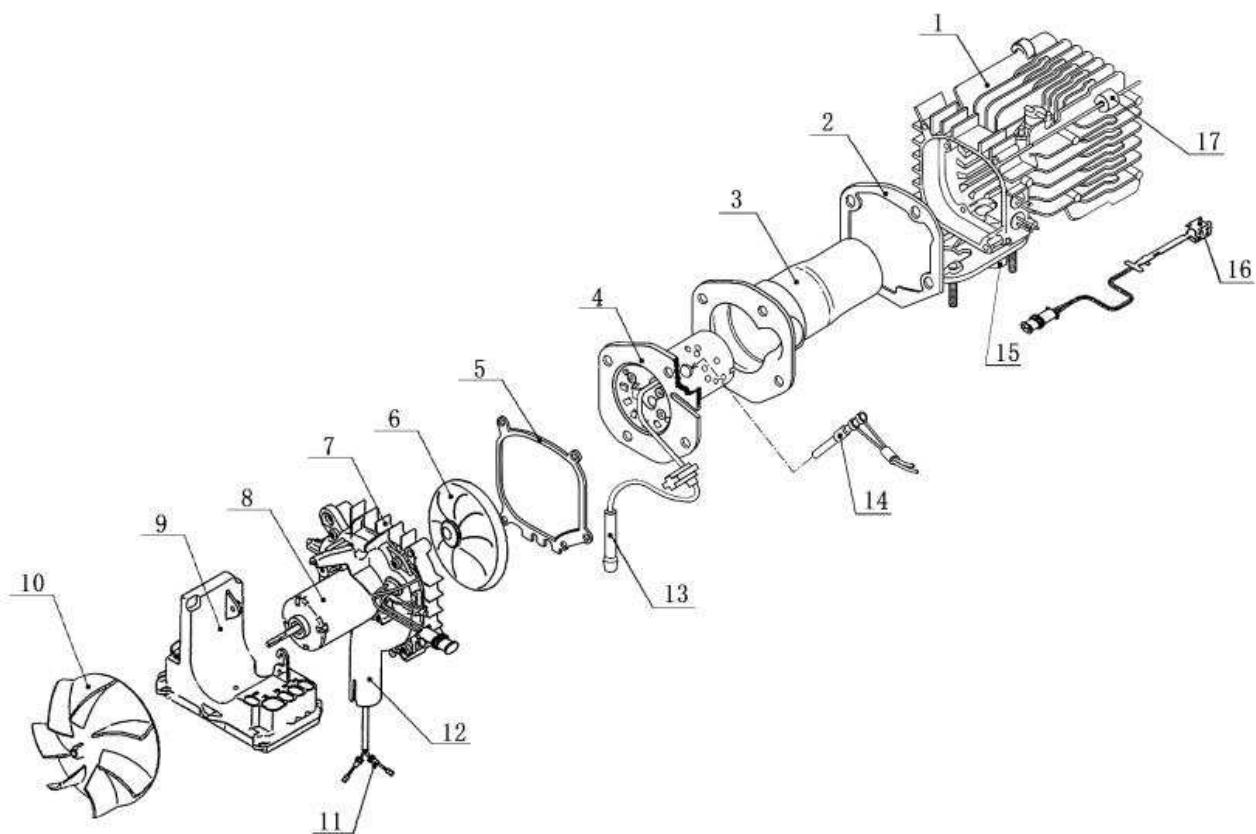
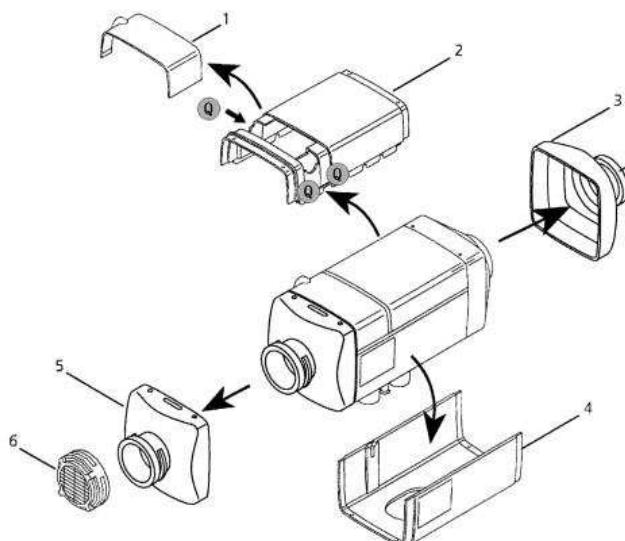
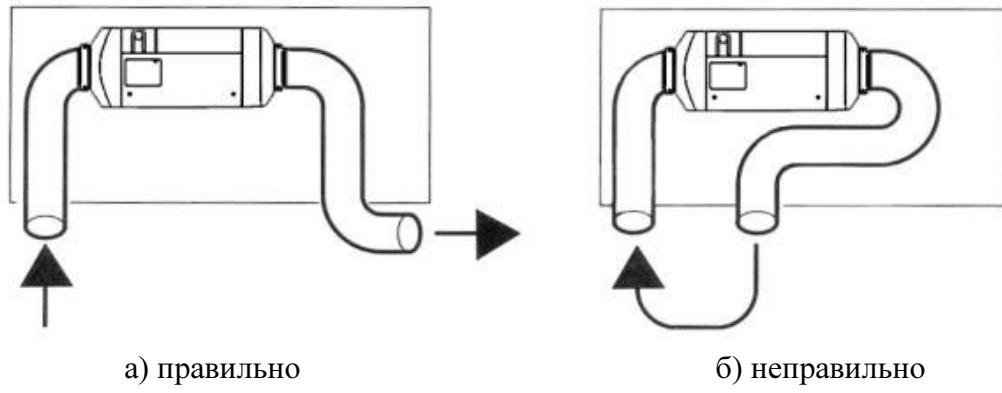

Рис. 3
Рис. 4
Рис. 11
На Рис. 3 представлена печка в разобранном виде.
Структура кожуха представлена на Рис.4. Он состоит из верхней крышки 2 (крышка распределительной коробки 1 может быть зафиксирована на отверстии в верхней крышке), нижней крышки 4, крышки на входе воздуха 6, крышки на входе потока воздуха в печку 5 и крышки на выходе горячего воздуха 3. Эти компоненты формируют канал прохождения воздуха. Крыльчатка вентилятора (Рис.3 -10) осуществляет забор холодного воздуха. Воздух нагревается теплообменником и выдувается наружу.
Контроллер (Рис. 3 -9) расположен перед печкой, позади нагревательного вентилятора. Контроллер, снабжённый однокристальным микропроцессором, осуществляет измерение температуры, частоты, скорости вращения и напряжение. Функции контроллера заключаются в автоматизации процесса нагрева, автоматизации системы контроля и автоматизации системы реагирования на неисправности.
Датчик перегрева (Рис.3 -16) установлен на задней внешней стенке теплообменника. Если температура превышает 182° С, то контроллер размыкает цепь топливного насоса и подача топлива прекращается и затем печка отключается с целью защиты от перегрева.
4.3.6 В случае внутренней установки печки необходимо принять меры чтобы избежать опадания горячего воздуха с выхода на входной порт печки (как показано на Рис. 11). Если в этом режиме входная труба не подсоединяется, то на входе печки должна быть установлена крышка с сеткой (Рис. 4 -б). Воздух на вход печки должен поступать из холодных мест салона, таких как места под креслами или задним диваном.